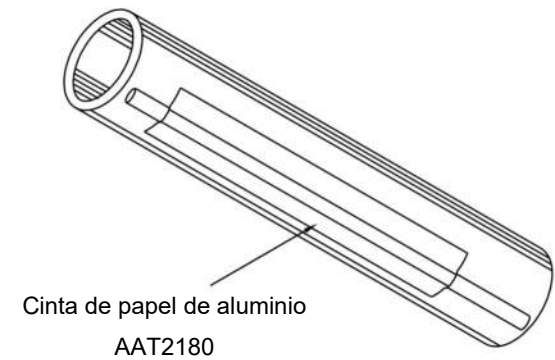

Figura 5
2. Solo debe usarse cinta de papel de aluminio si está especificado en el diseño. El papel de aluminio se usa más frecuentemente en tuberías plásticas, para compensar el efecto de aislamiento del plástico. Vea la *Figura 5* arriba.